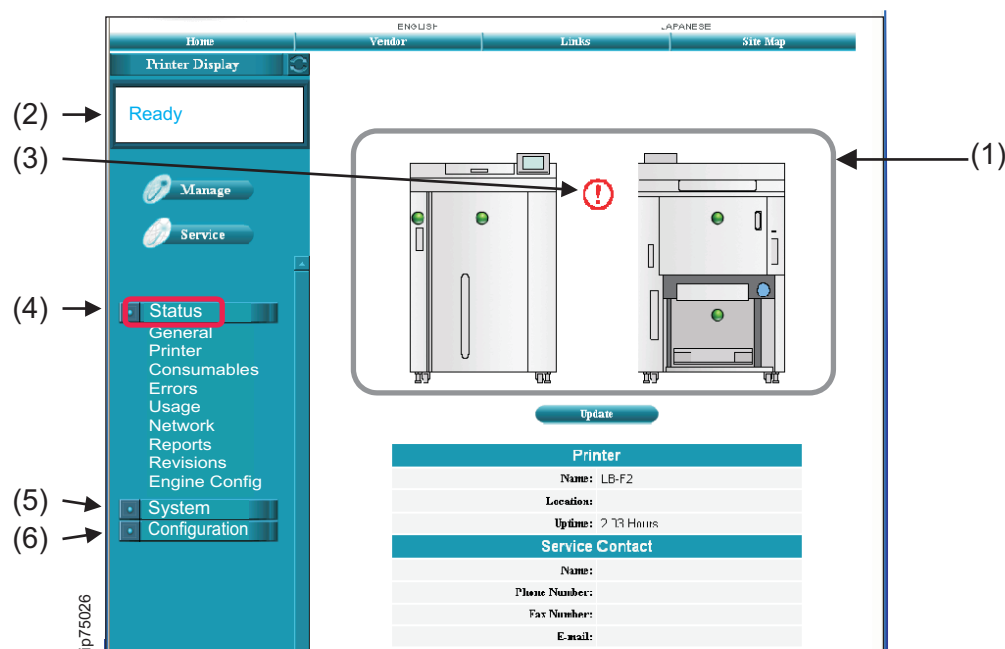

図 4. Web インターフェース - 一般状況
- (1) -- プリンター・アイコンはプリンター・コンポーネントの状況を表示します。緑は通常オペレーションを示し、赤はエラーを示します。状況を更新するには、「更新」をクリックします。
- (2) -- プリンター表示は、OCP に表示されるものと同じメッセージを表示します。
- (3) -- アラート・シンボルは、トナーまたはデベロッパ・ミックスのようなサプライ用品に適用される警告またはエラーを示します。
- (4) -- プリンターに関する詳細状況を表示するには、「状況」メニューから項目を選択します。 21 ページの図 4 に、一般状況情報を示します。その他のオプションでは、用紙設定、サプライ、エラー、プリンター使用量、ネットワーク設定などに関する情報を表示します。
- (5)、(6) -- 「システム」メニューまたは「構成」メニューから項目を選択して、プリンターの管理あるいは構成を行います。『システム・ページの使用』および 31 ページの『構成-イベント』を参照してください。